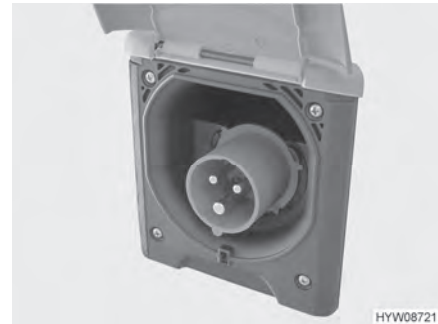

Bild 102 230-V-Anschluss am Fahrzeug (CEE-Steckdose)
- Abdeckung des 230-V-Anschlusses am Fahrzeug öffnen (Bild 102) und Steckkupplung einstecken. Darauf achten, dass die Rastnase des federgespannten Klappdeckels eingerastet ist.